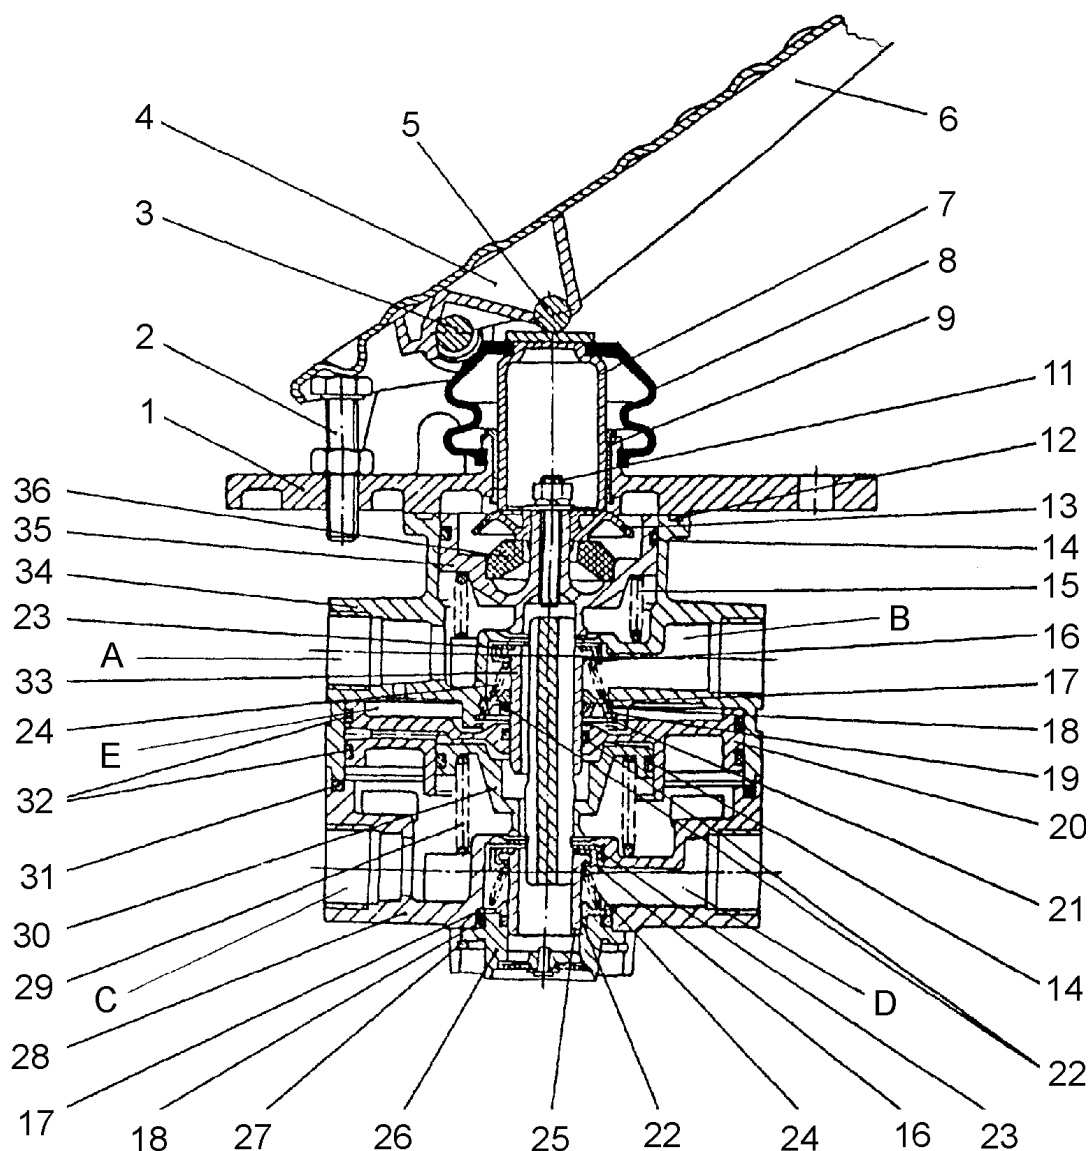

Рис. 4.11. Тормозной клапан рабочего тормоза с педалью
Тормозной клапан (11, Рис. 4.1.) рабочего тормоза закреплен на полу кабины оператора с левой стороны. Этот клапан служит для управления рабочей тормозной системой. Он действует таким образом, что эффективность торможения рабочим тормозом прямо пропорционально зависит от усилия нажатия ноги оператора на педаль (6, рис. 4.11.). В нейтральном положении педали (6) входные отверстия «А» и «С» не соединяются с выходными отверстиями «В» и «D». В то же время выходные отверстия «В» и «D» открыты, и через сапун (26) соединяются с атмосферой. Таким образом, в этом положении выходы «В» и «D» из клапана к пневмоусилителям сообщаются с атмосферой, а входы в клапан из воздушных баллонов контура привода тормозов передних колес – «А» и контура привода тормозов задних колес – «С» перекрыты. При нажатии на педаль (6) поршень (35) передвигается вниз, нажимает на втулку (33) и приводит к перекрытию сообщения выхода «В» с атмосферой и к открытию сообщения между входом «А» и выходом «В». При этом сжатый воздух из воздушного баллона контура привода тормозов передних колес начинает поступать через вход «А» и выход «В» к пневмоусилителю тормозов передних колес. Наполнение контура воздухом и тормозное усилие будет зависеть от величины угла наклона педали (6). По мере наполнения контура сжатым воздухом возрастает давление в полости над поршнем (20). Под воздействием этого возросшего давления воздуха поршень (20) нажимает на поршень (30), который преодолевает усилие сжатой пружины (29) и перемещается вниз. Тем самым поршень (30) нажимает на втулку (25) и открывает возможность поступления сжатого воздуха в контур привода тормозов задних колес через вход «С» и выход «D» и одновременно перекрывает сообщение выхода «D» через сапун (26) с атмосферой. Степень заполнения контура привода тормозов задних колес зависит от давления в полости «Е» над поршнем (20). Возрастание давления воздуха на входе «С» приведет к перемещению поршня (20) вверх до такого положения, при котором произойдет уравнивание сил, действующих на поршень сверху и снизу. При максимальной нажатии педали (6) имеет место непрерывное сообщение между входом «А» и выходом «В» и между входом «С» и выходом «D». При таком положении происходит полное заполнение пневмопривода рабочего тормоза сжатым воздухом. Растормаживание рабочей тормозной системы происходит в обратном порядке постепенно или ускоренно (немедленно).
Спецификация к Рис. 4.11.: